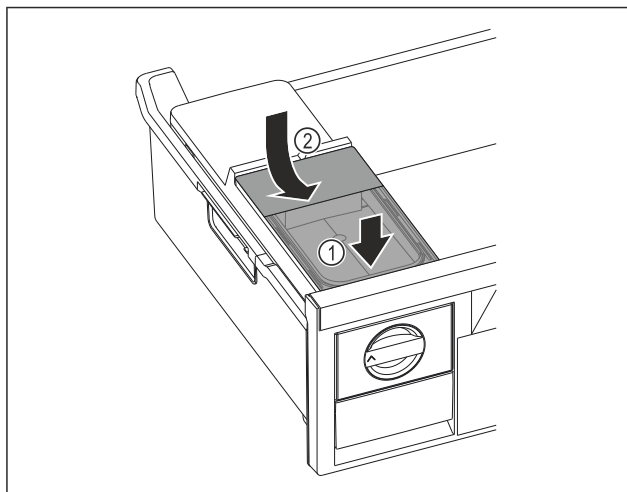

Fig. 43
- Sæt vandtanken i forfra. Fig. 43 (1)
- Sænk vandtank ned bagest. Fig. 43 (2)